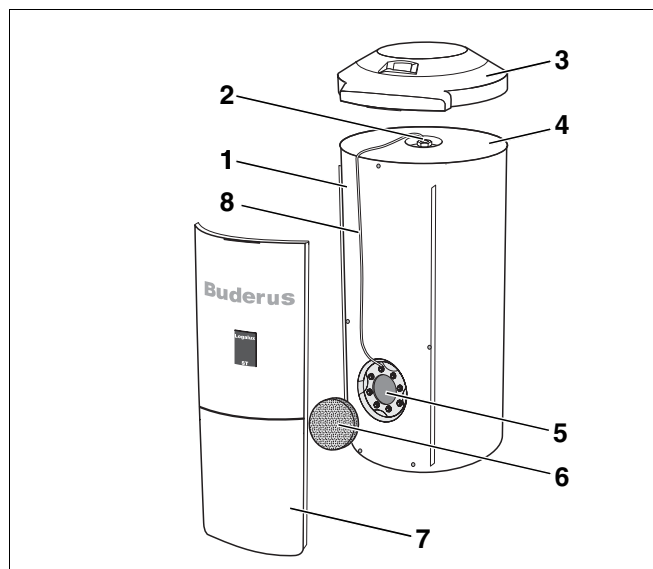

Fig. 1 Accumulatore-produttore di acqua calda Logalux ST160/4 – 300/4
- **Corpo accumulatore** (fig. 1, **pos. 1**) con protezione contro la corrosione
La protezione contro la corrosione consiste di una termovetrificazione igienica Buderus DUOCLEAN MKT e di una protezione catodica supplementare fornita dall'anodo di magnesio (fig. 1, **pos. 2**).
Il rivestimento è composto anche di elementi amovibili, nella fattispecie il coperchio (fig. 1, **pos. 3**) e il pannello di rivestimento (fig. 1, **pos. 7**), che copre il coperchio d'ispezione, quest'ultimo suddiviso in due parti.
- **Isolamento termico** (fig. 1, **pos. 4**)
L'isolamento termico viene realizzato mediante poliuretano espanso rigido non contenente fluoro-cloro-idrocarburi applicato direttamente sul corpo dell'accumulatore. È presente un elemento termoisolante in espanso (fig. 1, **pos. 6**) che riduce al minimo le perdite termiche attraverso il coperchio d'ispezione.
- **Coperchio d'ispezione** (fig. 1, **pos. 5**) che consente l'accesso all'interno per la manutenzione/pulizia.